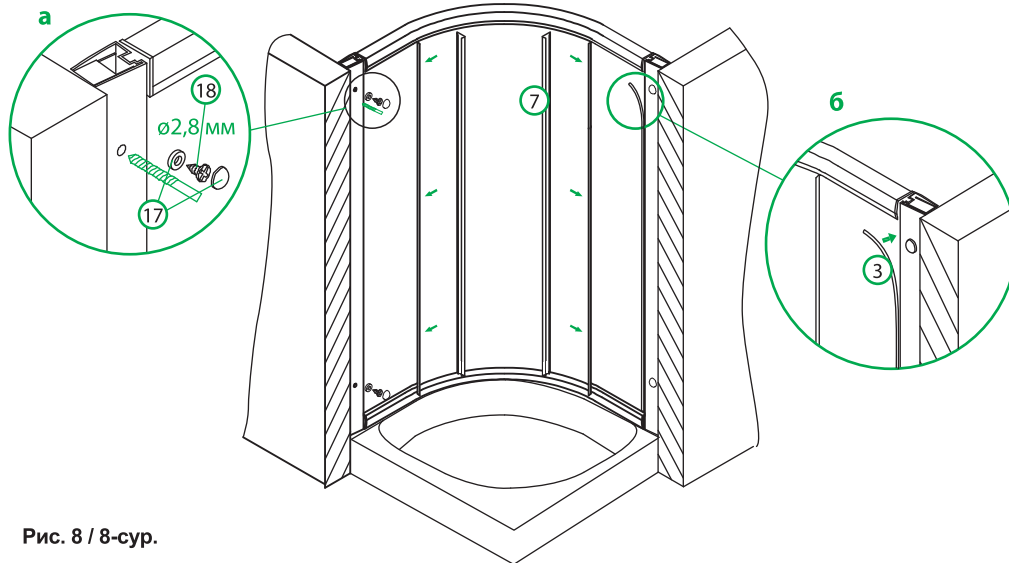

Рис. 8 / 8-сур.
8. Просверлите по два отверстия диаметром 2,8 мм в каждом из пристенных профилей с внутренней стороны (рис. 8а). Закрепите профили шурупами, установите декоративные колпачки (рис. 8а).
9. Вставьте уплотнитель между неподвижной панелью и боковым профилем с внутренней стороны (рис. 8б). Перед установкой уплотнителя рекомендуется смочить его водой.